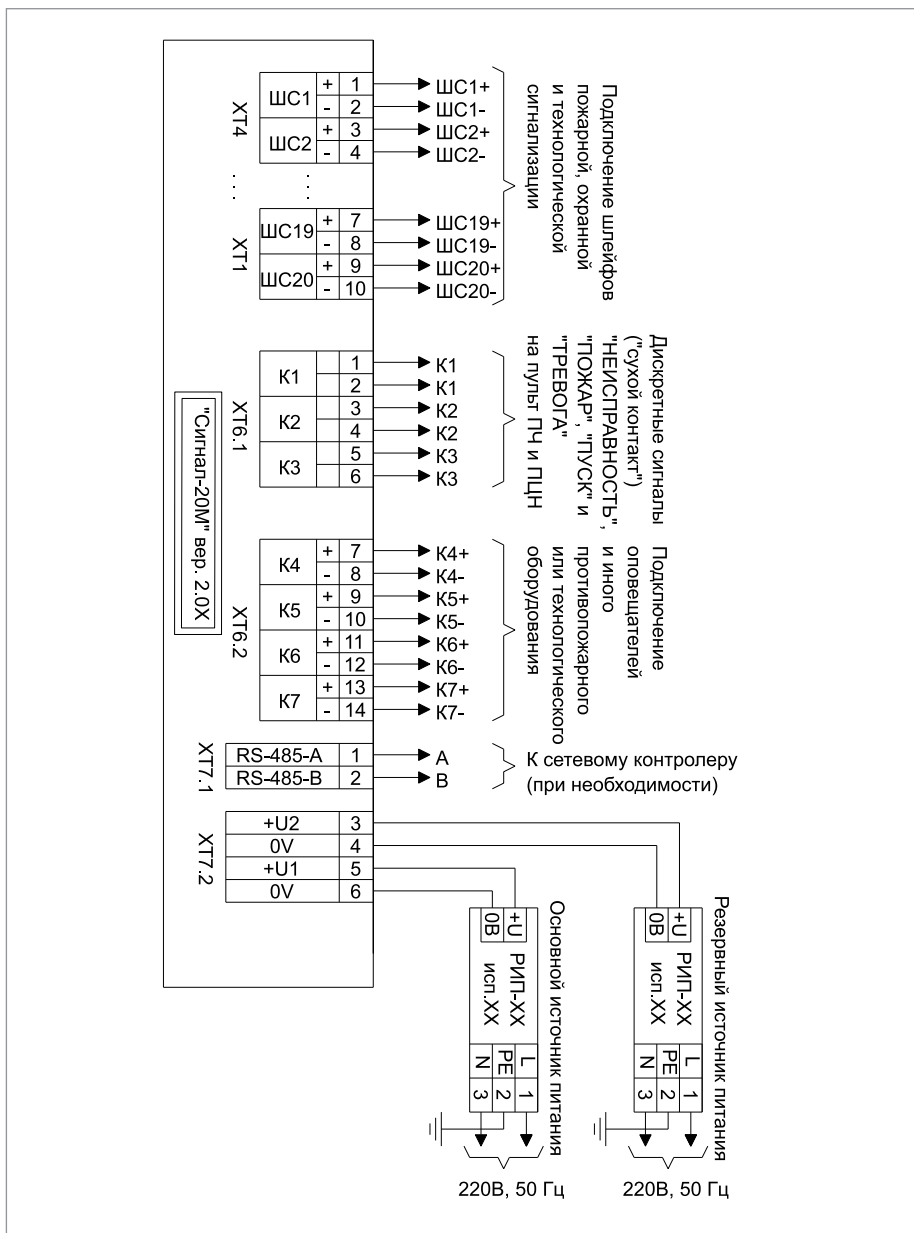

Рисунок 7. Схема внешних соединений прибора «Сигнал-20М»
1. Схема внешних соединений прибора приведена на Рисунок 7.